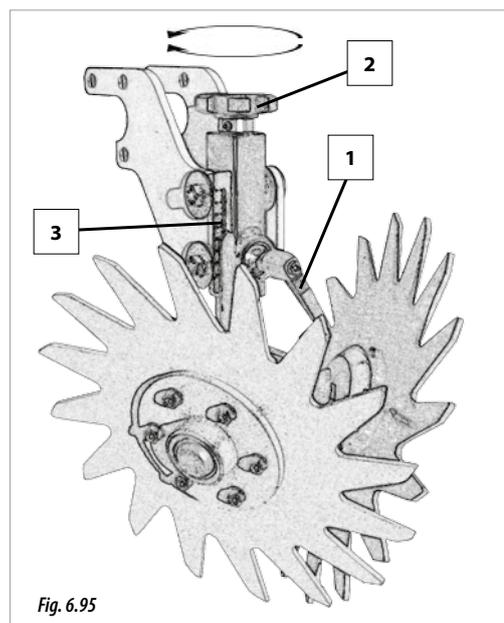

Fig. 6.95
- 1- Desserrez le levier de fixation (1, Fig. 6.95).
- 2- Tournez la molette (2, Fig. 6.95) pour atteindre la profondeur de semis souhaitée. Pour cela, aidez-vous de l'échelle graduée (3, Fig. 6.95).
- 3- Fixez la position à l'aide du levier (1, Fig. 6.95).